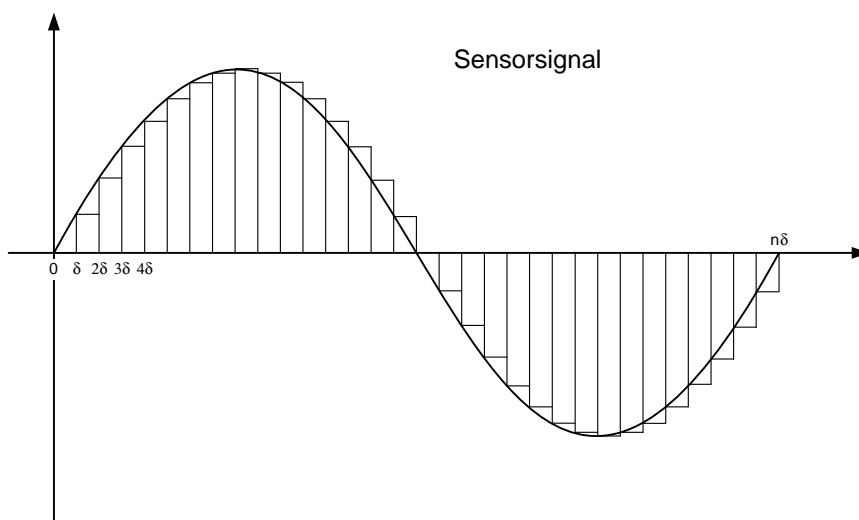

Abb. 6-4 Erzeugung einer variablen Sinusfrequenz (siehe Text)
1. Man verwendet eine **variable Austaktperiode** $\Delta T_{\text{Austakt}}$, mit der die Stützpunkte der Sinuswelle bei **konstanter Sprungweite** δ ausgetaktet werden (siehe Abb. 6-4).
2. Man verwendet eine **konstante Austaktperiode** $\Delta T_{\text{Austakt}}$ und eine **variable Sprungweite** δ in der Sinustabelle (siehe Abb. 6-4)..